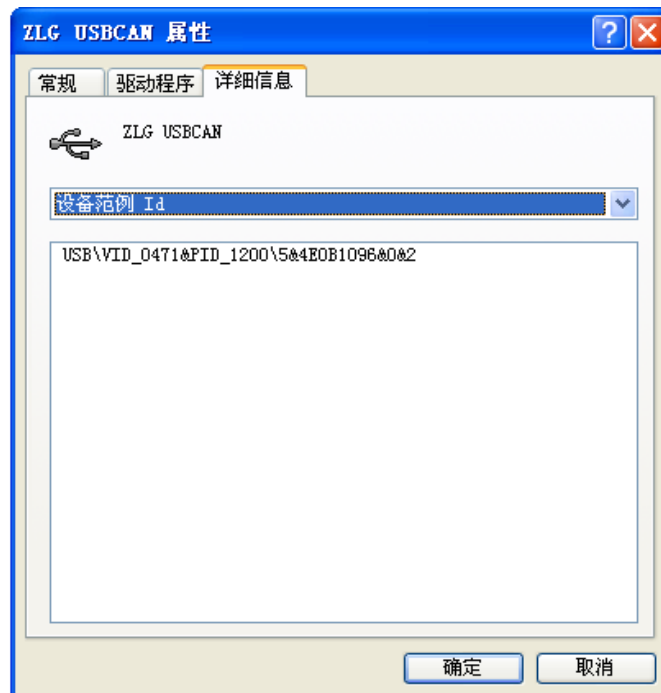

图 1.10 设备管理器 3
C. 选择详细信息，记下最后的串，如图为 5&4E0B1096&0&2，这个就是 USB 的 ID 编号。然后分别右击其他的 USBCAN，获得各自的 ID 编号，如图 1.10。